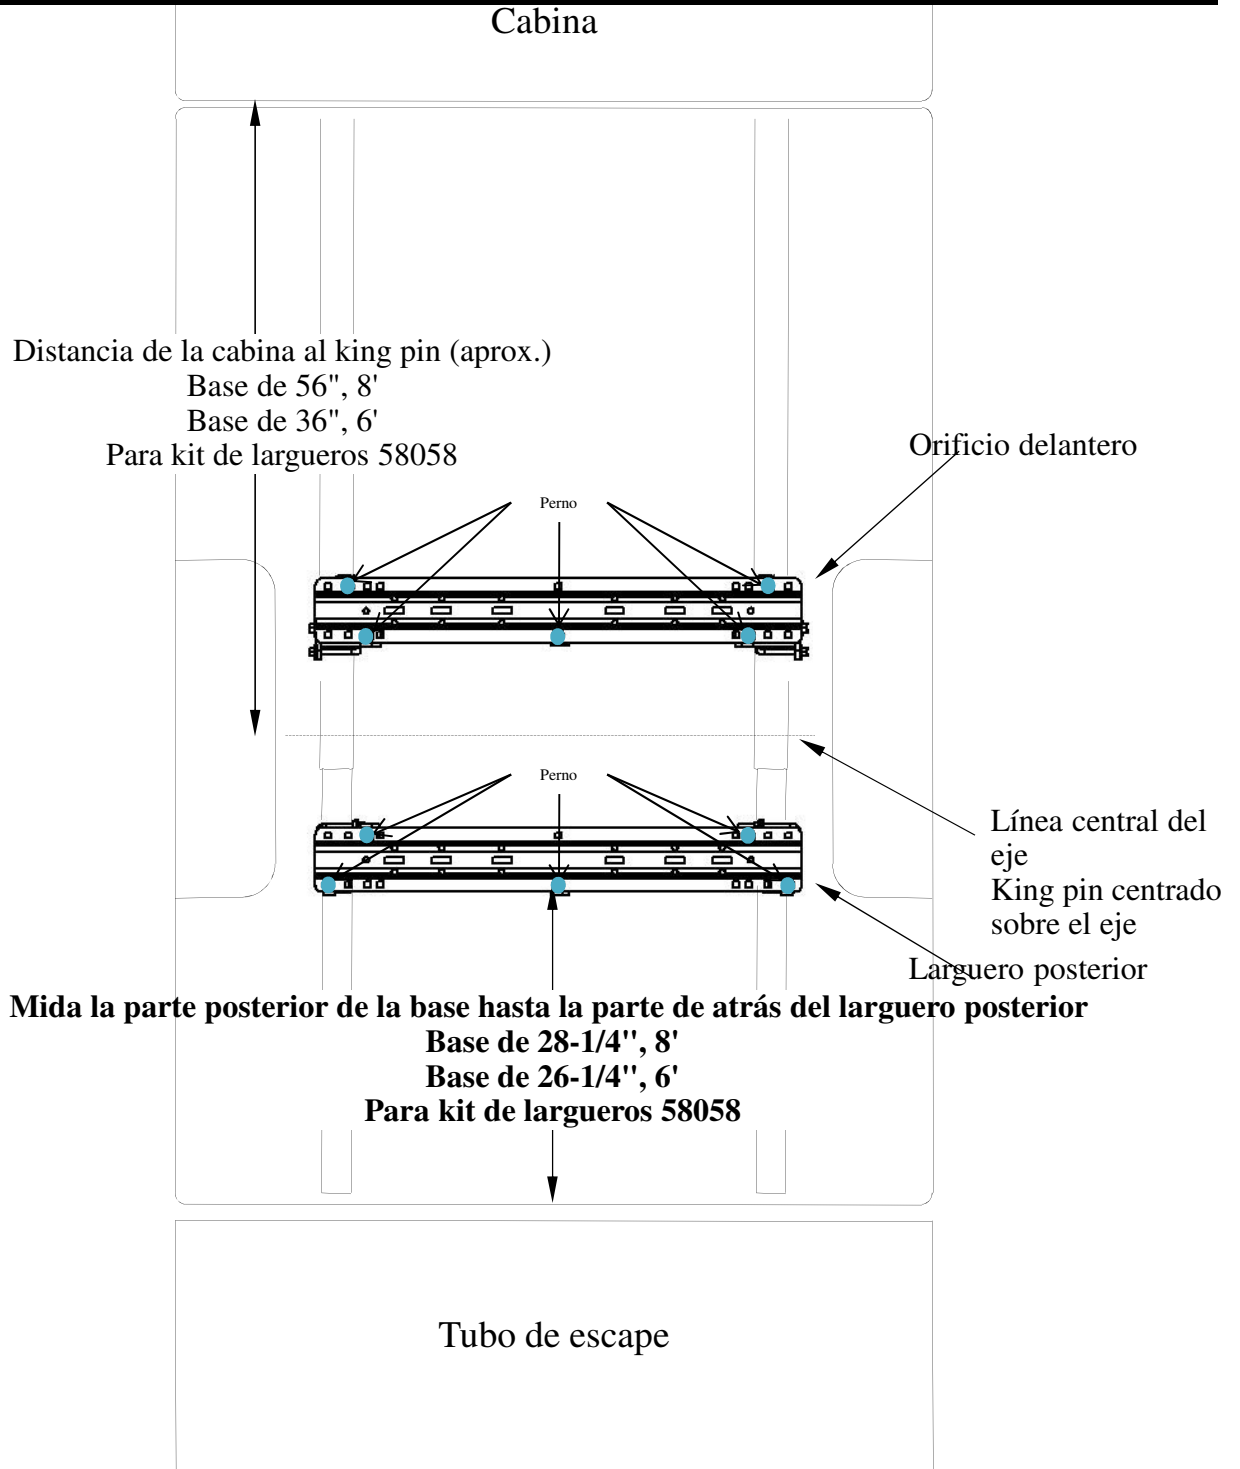

Figura 3
3. Coloque el larguero de montaje en la base del vehículo. Usando la cinta de medir, centre el larguero entre las costuras del vehículo y la distancia correcta desde el borde posterior de la caja del vehículo como se ilustra en la Figura 3 en la página 14.
4. Marque y centre los orificios según la ilustración en la Figura 3. Mueva el larguero del camino y perforo cada posición con una broca de 1/8". La fila delantera de orificios en el larguero posterior debe ir a través del apoyo de la base. **ADVERTENCIA: Al perforar los orificios tenga en cuenta los riesgos potenciales para los componentes del vehículo y tome las medidas necesarias para protegerlos de daños.**